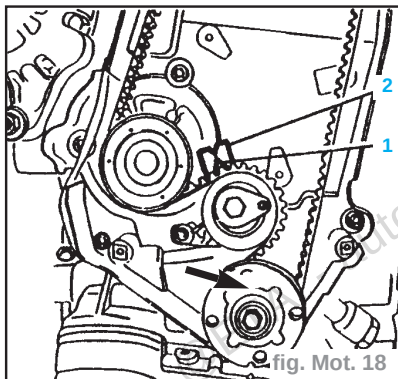

fig. Mot. 18
- Desserrer légèrement la vis de fixation du galet tendeur de la courroie crantée, tourner l'excentrique de réglage dans le sens de la flèche (dans le sens des aiguilles d'une montre), jusqu'à ce que l'index (1) et l'encoche (2) se trouvent en regard (fig. Mot. 18).
- Desserrer légèrement la vis de fixation du galet tendeur, tourner l'excentrique de réglage (dans le sens des aiguilles d'une montre), jusqu'à ce que l'index (1) et l'encoche (2) se trouvent en regard (fig. Mot. 18)